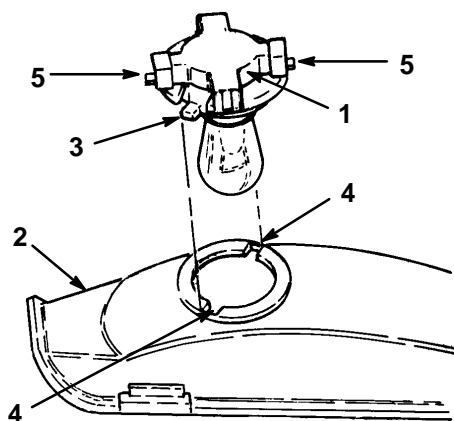

Figure 49
3. Dévisser l'embase d'un quart de tour vers la gauche et la retirer du réflecteur (Fig. 49).
2. L'embase de l'ampoule présente deux languettes (Fig. 49). Aligner ces languettes face aux rainures du réflecteur, insérer l'embase dans le réflecteur et la visser à fond d'un quart de tour vers la droite.